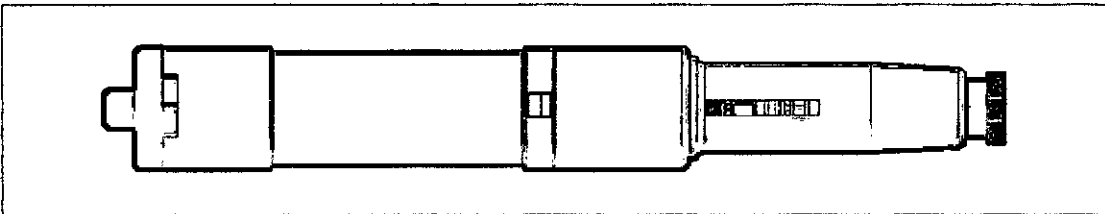

Fig. 4
4. Acoplar ambos cuerpos enroscando los extremos para que quede como en la Fig. 4.